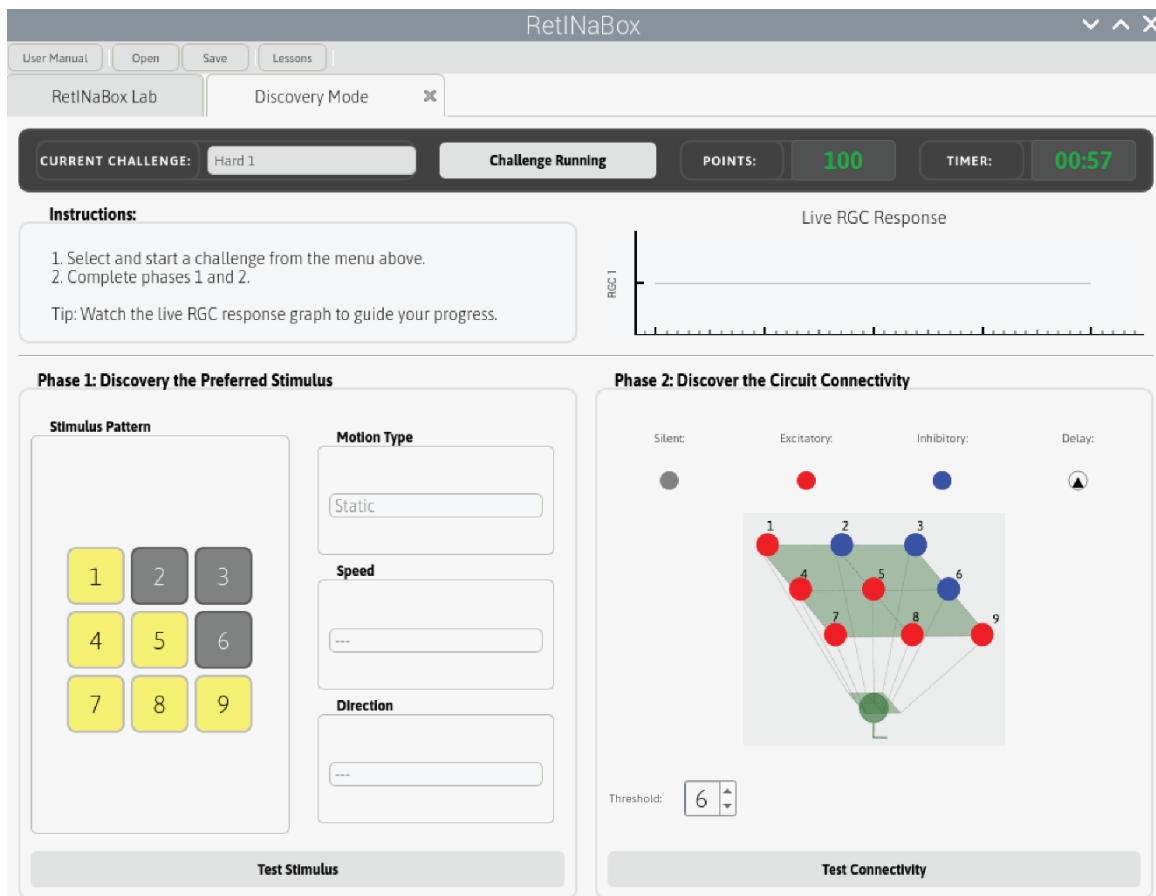

**Figure 41.** Jeu de casse-briques lié à la leçon 3.
1. Dans la leçon 3, après avoir généré des cellules ganglionnaires sélectives pour les mouvements vers la gauche et la droite, l'utilisateur est invité à ouvrir le jeu de décryptage de blocs (accessible via l'onglet Leçons de la barre de menu). Le jeu s'ouvre alors (**Fig. 41**). L'ouverture du jeu allume automatiquement toutes les LEDs de stimulation de RetiNaBox.